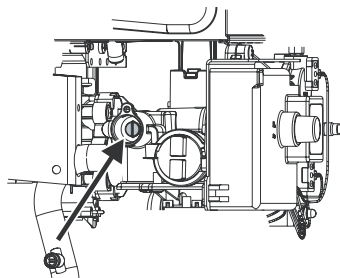

Рисунок 14. Винт регулировки максимального потока газа
- ▶ Удалить пломбировку винта (рисунок 14).
- ▶ Винтом отрегулировать (рисунок 14) давление соответственно параметрам таблицы 6.